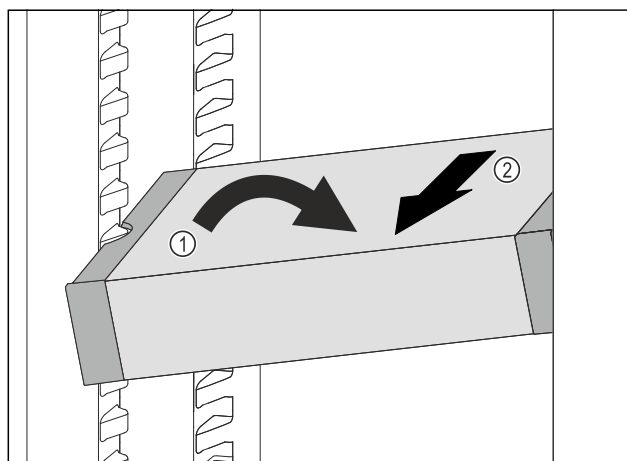

Fig. 79
- ▶ Poziționați oblic VarioSafe în frigider. Fig. 79 (1)
- ▶ Extrageți VarioSafe spre înainte. Fig. 79 (2)